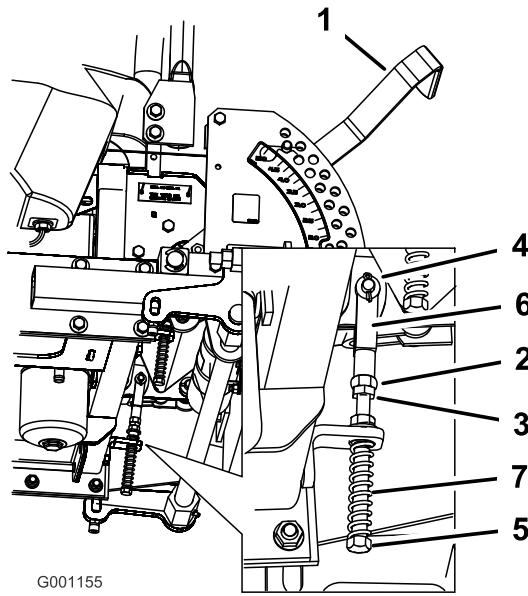

Figura 74
8. Si es necesario un ajuste, afloje la tuerca y la contratuerca contra la horquilla (Figura 74).
9. Aplique una ligera presión hacia atrás en la palanca de control de movimiento, y gire la cabeza del perno de ajuste en el sentido apropiado hasta que la palanca de control esté centrada en posición de BLOQUEO/PUNTO MUERTO (Figura 74).
10. Apriete la tuerca y la contratuerca (Figura 74).